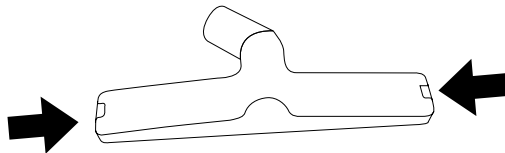

Fig. 11 – Travas laterais para instalação dos acessórios
- Para instalar estes acessórios (para sólidos ou líquidos) basta pressionar as travas laterais, conforme mostra a Fig. 11.